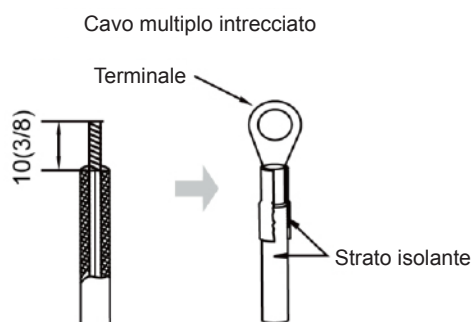

Fig. 14
- (2) Collegamento del cavo intrecciato (Fig. 14).